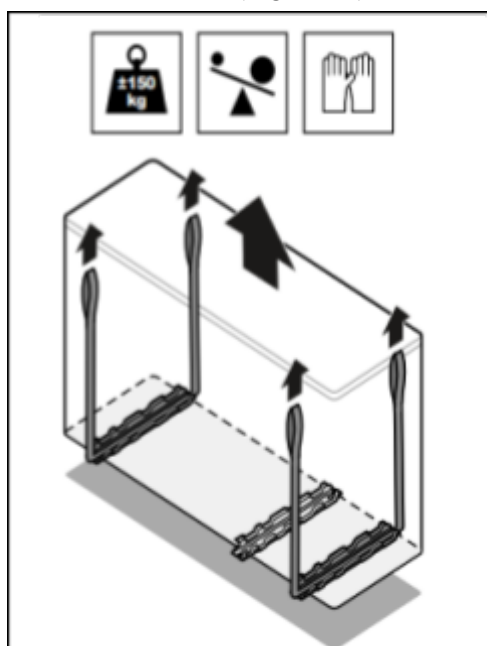

Figura 18 - posizionamento unità
- Tramite l'utilizzo di imbragature posizionare l'unità sulla struttura di installazione (Figura 18).